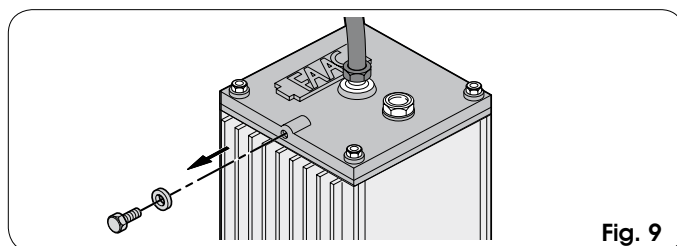

Fig. 9
- 3) Quite y guarde a parte el tornillo de purga como se indica en la Fig.9.
- 1) Asegúrese de que el tornillo de purga se haya retirado (Fig.9)
4. Atornille el tornillo de purga en la centralita (Fig. 9).
11. Quite el tornillo de purga de la centralita (Fig. 9) y purgue el aire como se indica en el párrafo 8.2.